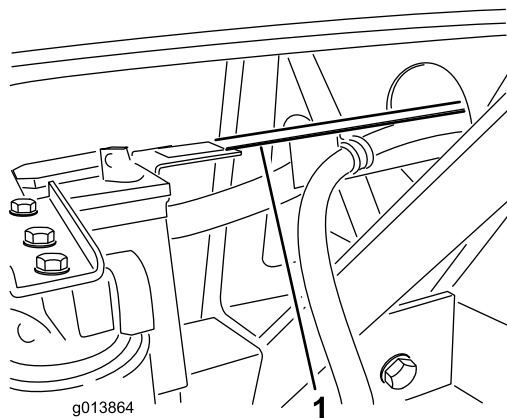

Рисунок 10
- Направляющая шланга должна находиться на верхней части выступа вертикального плеча поддона аккумулятора (Рисунок 10).
6. Прикрепите направляющую шланга к выступу поддона аккумулятора, используя 2 болта ($\frac{1}{4} \times \frac{3}{4}$ дюйма) и фланцевые контргайки (Рисунок 10).